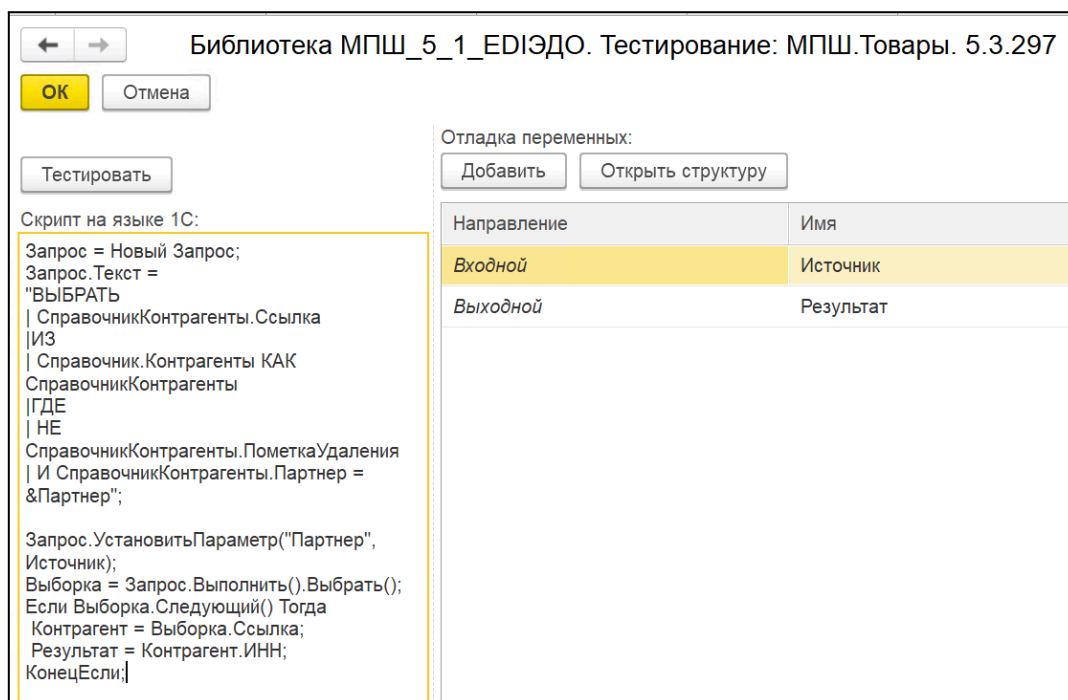

Рис. 41. Пример скрипта для поля «Перевозчик/ИНН»
4. В поле «Скрипт на языке 1С» введите код (рис. 41). Пример скрипта: